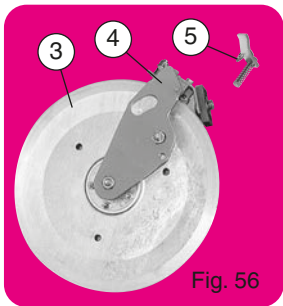

Fig. 56
- 1 roue ③ sur son cadre ④ avec décrotoir et boulonnerie
- 1 taquet d'escamotage ⑤ (fig. 56).
- 1 wheel ③ on its bracket ④ with scraper and bolts
- 1 retracting latch ⑤ (fig. 56)
- Rolle ③ mit Halter ④ mit Abstreifer und Schrauben
- Arretierungslasche ⑤ - Fig. 56